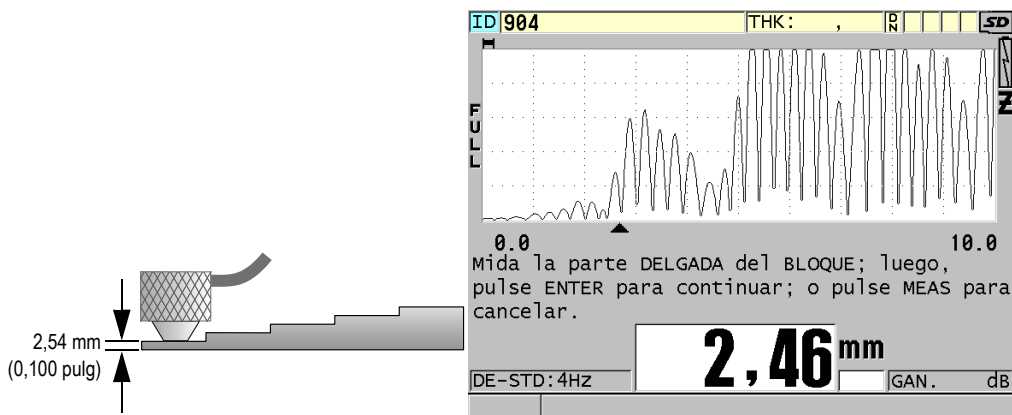

Figura 5-5 Calibración cero sobre el bloque de calibración de 5 espesores
2. Para efectuar una calibración cero (véase la Figura 5-5 en la página 77):